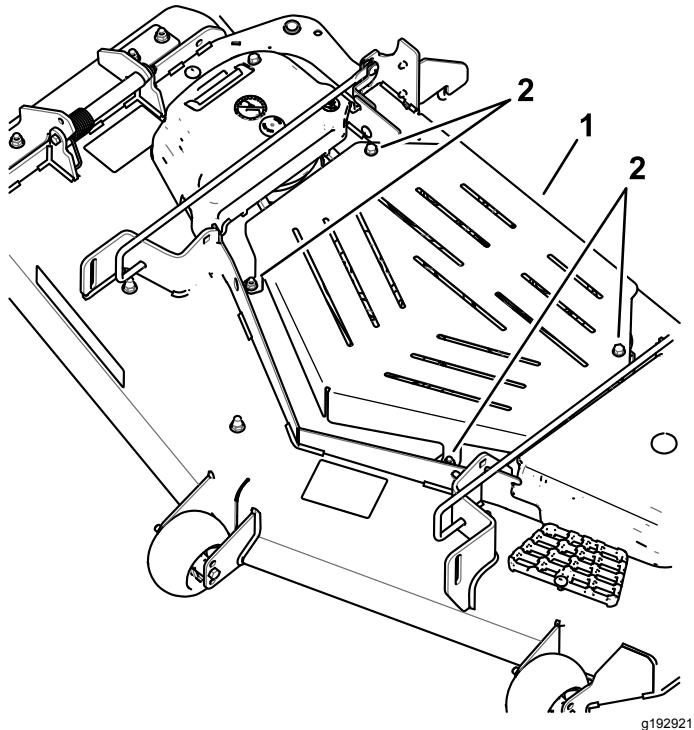

Figura 40
2. Allentate i 2 bulloni anteriori e rimovete la protezione in lamiera per ottenere accesso alle cinghie e ai fuselli del tosaerba (Figura 40). Montate la protezione in lamiera e serrate i bulloni dopo la manutenzione.